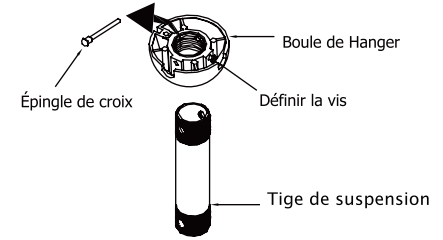

Fig. 7
**Étape 3.** Retirez la boule de suspension de la tige de la tige en desserrant les vis de pression, en enlevant la goupille transversale, et en glissant la boule outre de la tige. (Fig.7)